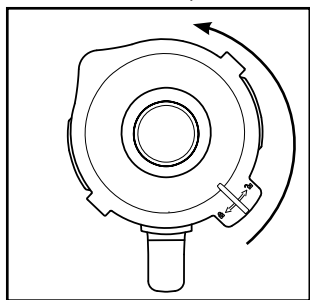

Fig. 1
- 2) Retirez le couvercle **2** en le tournant dans le sens anti-horaire en direction de la position  (voir fig. 1), jusqu'à pouvoir le retirer par le haut.
- 3) Remplissez le bol mixeur ③ au minimum jusqu'au trait inférieur de la graduation ⑧ et au maximum jusqu'au repère MAX. Pour d'excellents résultats, nous recommandons les quantités maximales suivantes :